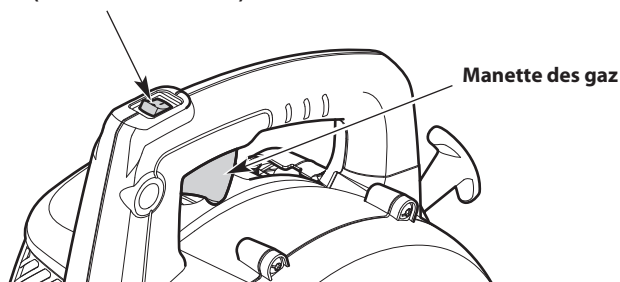

Fig. 3
REMARQUE : il n'est pas nécessaire de démarrer l'appareil. L'interrupteur de marche/arrêt est constamment en position de **Marche (I)** (Fig. 3).
4. Serrez la manette des gaz et maintenez-la enfoncée (Fig. 3).